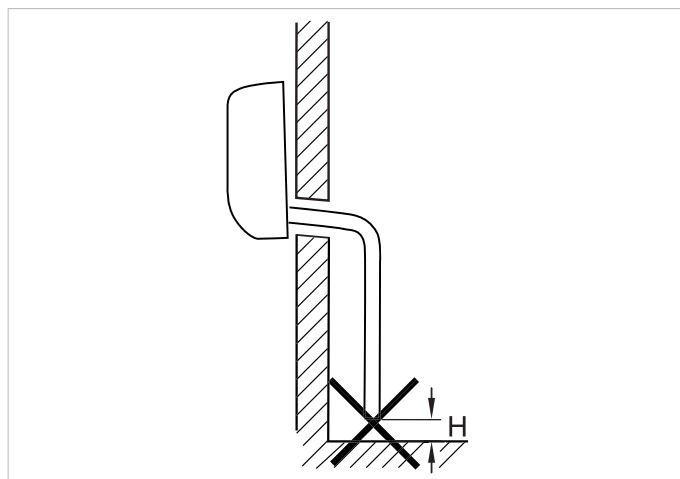

Fig. 9.4 Distance minimum au sol
- Installer la conduite de condensats de manière à ce que la distance au sol de son extrémité ouverte soit au minimum de 5 cm (cf. figure 9.4).